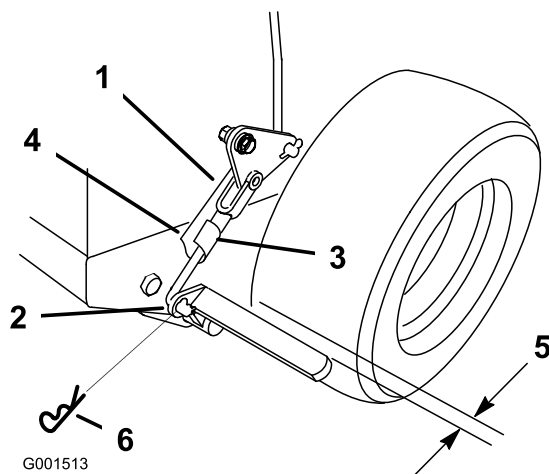

Figura 48
3. Retire el pasador de seguridad del acoplamiento inferior del freno (Figura 48).
4. Gire la horquilla del acoplamiento de freno inferior en el sentido de las agujas del reloj (enroscar) para apretar el freno de estacionamiento; gire la horquilla del acoplamiento del freno en el sentido contrario a las agujas del reloj (desenroscar) para aflojar el freno de estacionamiento (Figura 48).
Nota: Debe haber un espacio de aproximadamente 1/4 pulgada entre el neumático y la barra plana cuando el freno de estacionamiento está en posición de quitado (Figura 48).
5. Fije el acoplamiento inferior a la palanca de freno inferior con el pasador de horquilla y el pasador de seguridad (Figura 48).